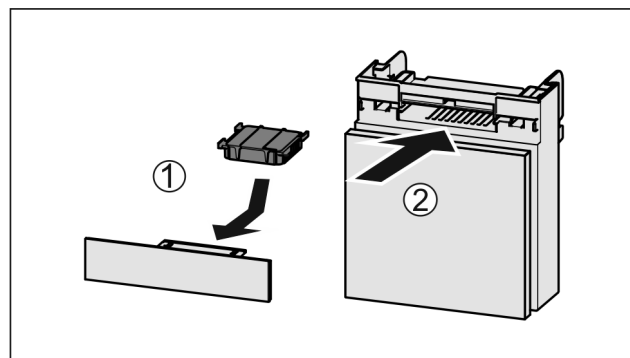

Fig. 135
- ▶ Wkładać Fig. 135 (1) filtr z węglem aktywowanym zgodnie z ilustracją.
- ▶ Wsunąć komorę Fig. 135 (2).